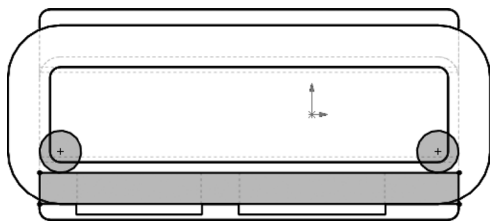

图 9-55 绘制箱盖安装孔凸台草图
② 绘制圆。选择菜单栏中的“工具”→“草图绘制实体”→“圆”命令，或单击“草图”控制面板中的“圆”按钮，捕捉下箱体外轮廓线圆角的圆心，并以此为圆心绘制两个圆，设置圆的半径尺寸为 40，单击“确定”按钮，如图 9-55 所示。